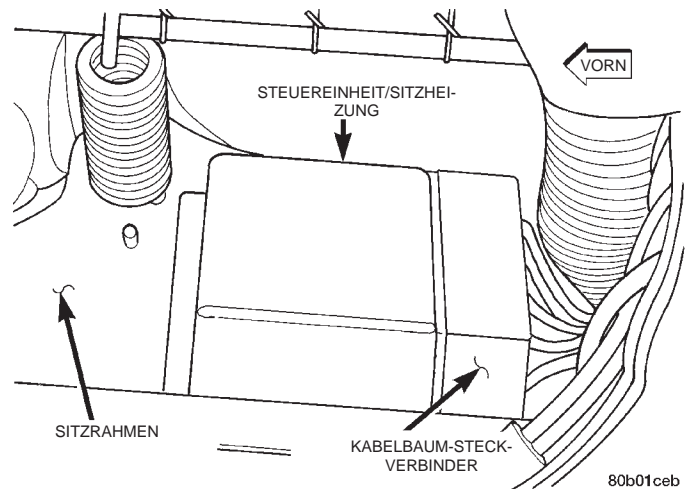

Abb. 2 Steuereinheit der Sitzheizung aus- und einbauen - Rechte Seite dargestellt
(1) Sitz ganz nach oben und ganz nach vorn bewegen.
(2) Batterie-Minuskabel abklemmen und elektrisch isolieren.
(3) Die drei Schrauben lösen, mit denen die seitliche Sitzabdeckung am Sitzrahmen befestigt ist.
(4) Die seitliche Sitzabdeckung so weit vom Sitz abziehen, daß die Steckverbinder der elektrischen Sitzverstellung und der verstellbaren Lendenwirbelstütze zugänglich sind. Steckverbinder abziehen.
(5) Seitliche Sitzabdeckung vom Sitz abbauen.
(6) Die Steuereinheit der Sitzheizung und der zugehörige Steckverbinder befinden sich unter der Sitzpolsterfeder neben der Mitte des äußeren Sitzrahmens (Abb. 2). Der Steckverbinder ist mit einem integrierten Clip am Sitzrahmen befestigt. Die Steuereinheit wird am Kabelbaum-Steckverbinder durch die Spannung der Anschlüsse in den Polen des Steckverbinders gehalten.